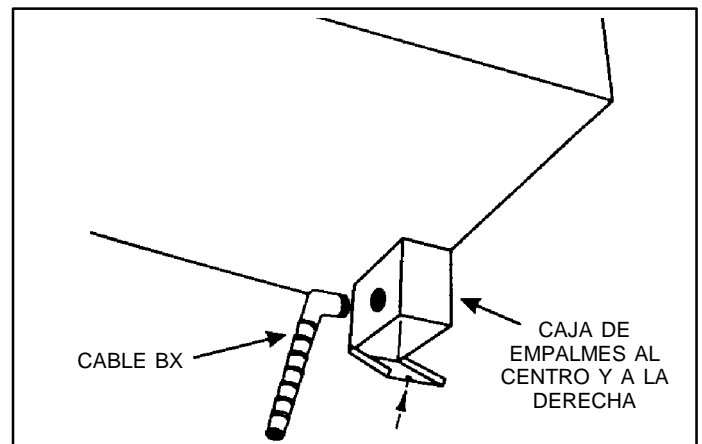

FIGURA 1
5. Quite el tornillo de sujeción y la cubierta de la caja de empalmes. Conecte el cable BX a la pieza desmontable adentro de la caja. Haga las conexiones de los alambres y empújelos dentro de la caja. Coloque de nuevo la cubierta. Consulte los códigos locales para conocer la conexión apropiada a la energía (figura 1).